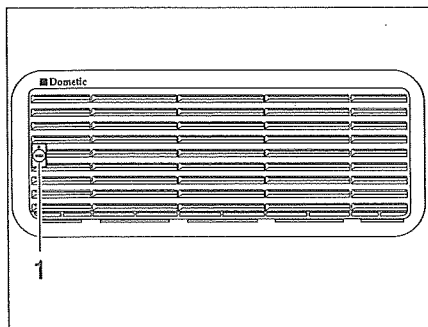
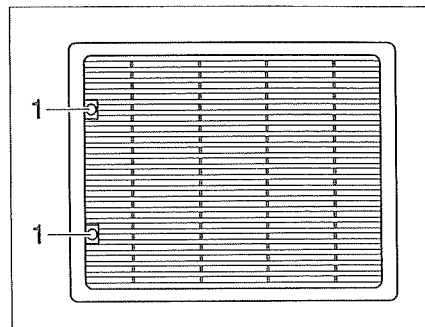

Bild 130 Kylskåpets ventilationsgaller (Dometic liten)
Bild 131 Kylskåpets ventilationsgaller (Dometic stor)
- Vrid skruven (Bild 130,1 resp. Bild 131,1) ett kvarts varv med hjälp av ett mynt.